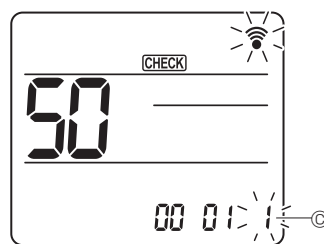

Fig. 6-19
- ④ Seleccionar el número de ajuste
Utilice el botón [3] para cambiar el número de ajuste ③. (Fig. 6-19)